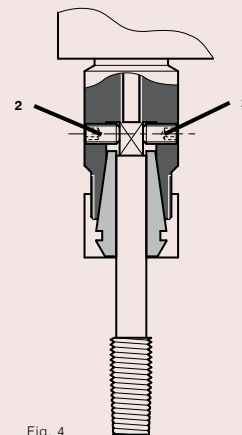

Fig. 4
Tutte le teste registrabili con i mandrini per pinza ER hanno delle viti **2** (Fig. 4) sul mandrino che devono essere utilizzate per bloccare il quadro del maschio nelle operazioni di maschiatura.
*All adjustable heads with spindle for ER collet, have two screws ref **2** (Fig. 4) that must be used for clamping tap square during tapping operations.*